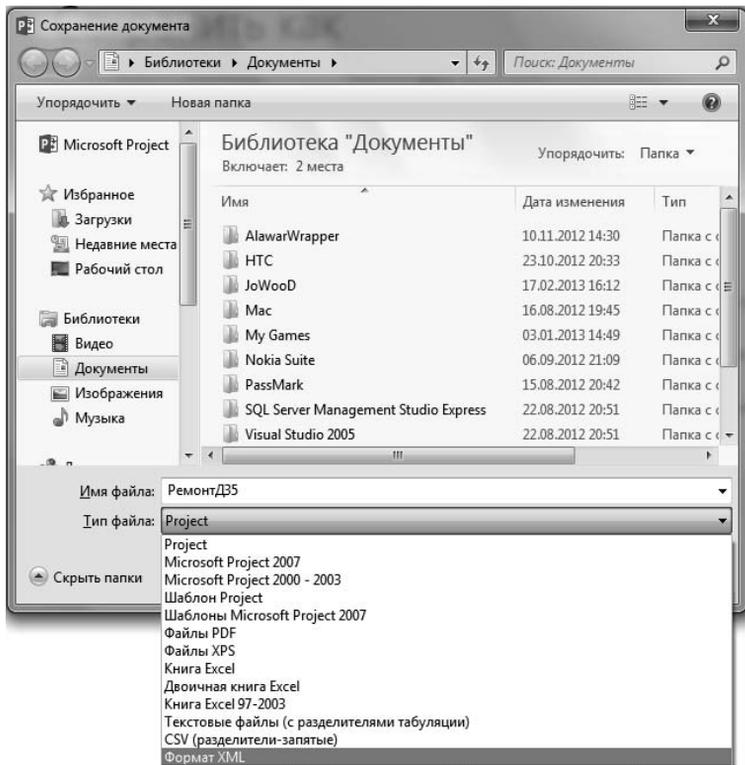

Рис. 10.1. Сохранение данных о проекте в разных форматах
2. Выполнить команду **Файл | Сохранить как**. В открывшемся окне щелкнуть левой кнопкой мыши на списке **Тип файла** и раскрыть таким образом перечень возможных форм сохранения данных о проекте (рис. 10.1). При этом следует отметить, что все возможные форматы сохранения данных о проекте на рис. 10.1 в видимой части списка не помещаются.
4. С помощью элементов управления показанного на рис. 10.1 окна (они расположены в верхней части этого окна) выбрать папку для сохранения файла.
2. Выполнить команду **Файл | Сохранить как**. В открывшемся окне (см. рис. 10.1) в поле **Тип файла** выбрать строку **Книга Excel** и нажать кнопку **Сохранить**.